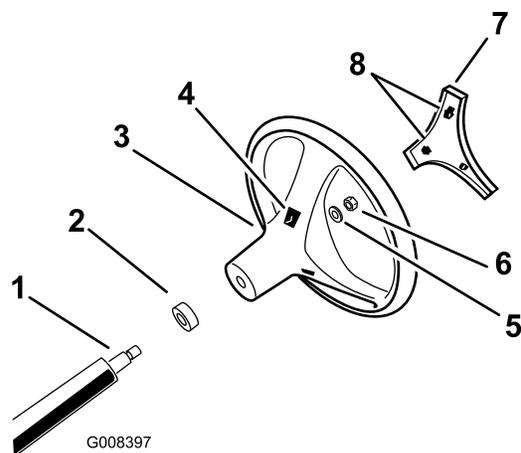

Рисунок 3
4. Закрепите рулевое колесо на валу с помощью контргайки (Рисунок 3). Затяните контргайку с моментом от 24 до 29 Н•м.
5. Совместите выступы крышки с пазами в рулевом колесе и защелкните крышку на ступице рулевого колеса (Рисунок 3).